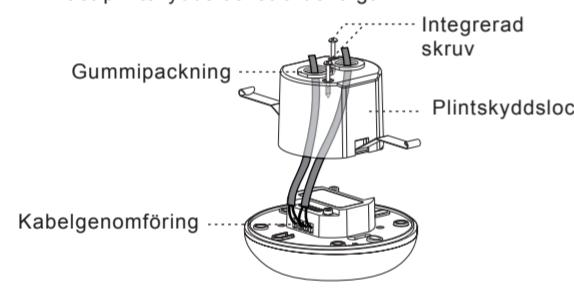

FIG.11
4.4.2.2 Använd en skruvmejsel för att bryta gummidrägningen i plintskyddslocket, dra sedan kablarna genom locket (se FIG.11).